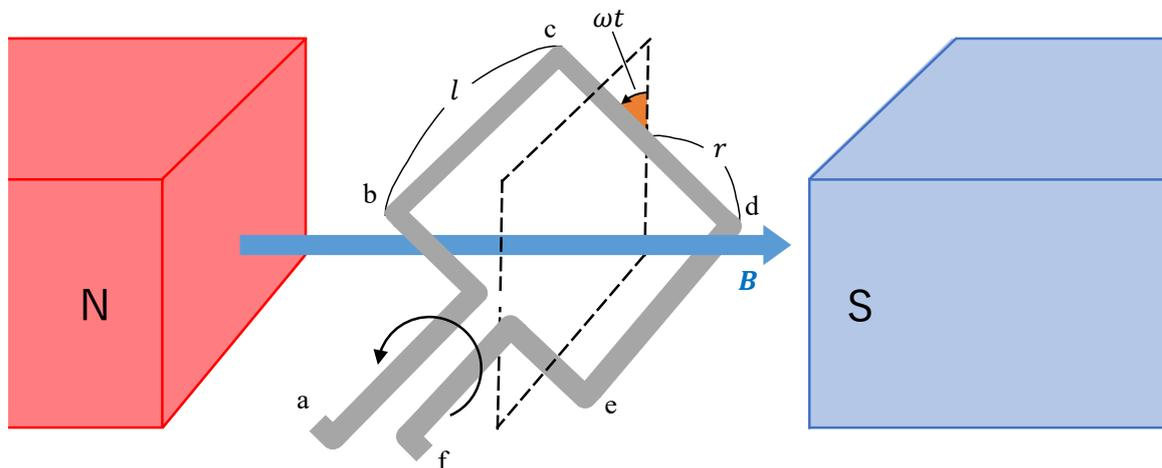

図 5. 交流発電機の回転する 1 巻きコイル
交流発電機を用いて交流電力を発電することを考える。図 5 は、交流発電機の回転する 1 巻きコイルを示している。図 5 に示す通り、コイルの辺 bc および de の長さは l [m]、辺 cd および be の長さは $2r$ [m] である。磁束密度 B [T] の一様な磁場が水平方向・右向きにかけられており、コイルは磁場に垂直な軸のまわりを図 5 に示す方向に一定の角速度 ω [rad/s] で回転している。このとき、以下の問いにそれぞれ答えよ。
- 2) 時刻 $t = 0$ s でコイルの面 $bcde$ が図 5 の点線で示した位置（コイルの面 $bcde$ が磁束密度 B [T] と垂直になる位置）にあったとすると、時刻 t [s] のときコイルの辺 bc および de の速度のうち磁界と垂直な成分を答えよ。ただし、答案用紙には単位も記載せよ。
- 5) 東京電力管内において、私たちがコンセントから利用できる交流電圧は、周波数 50 Hz、実効値 100 V である。図 5 に示す交流発電機において、コイルの両端 af からコンセントと同様の交流電圧（周波数 50 Hz、実効値 100 V）を得るために交流発電機を設計することを考える。このとき、角速度 ω 、コイルの辺の長さ l および r 、磁束密度 B の大きさ B の値を答えよ。答案用紙には、 $\sqrt{2}$ や円周率 π をそのまま使って解答してよい。ただし、単位も記載せよ。